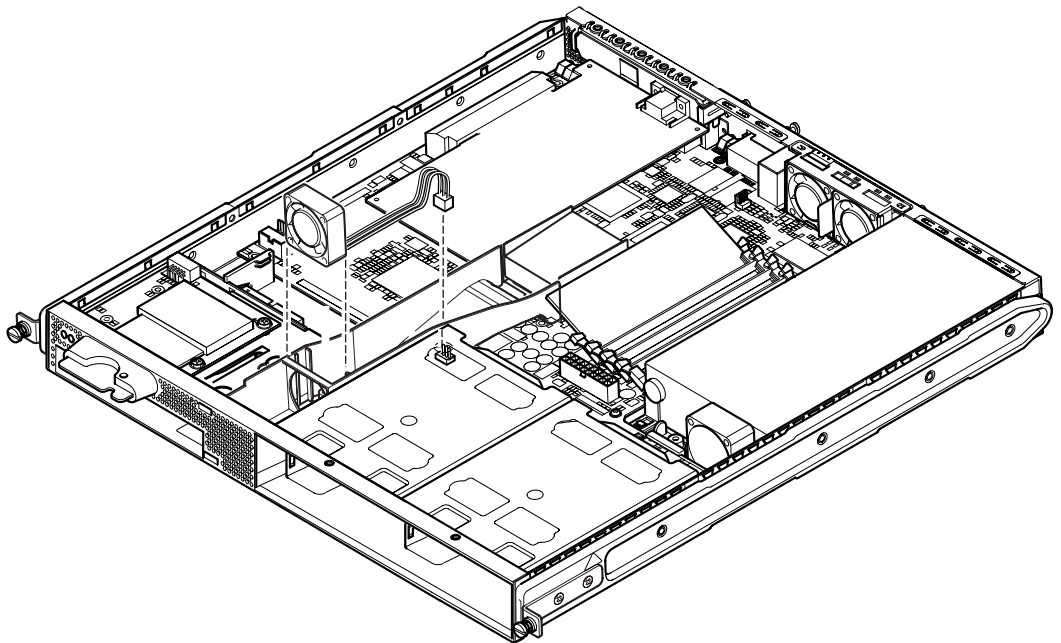

图 11-11 断开风扇 3 的电源电缆并取出风扇
2. 打开服务器并放到接地的 ESD 垫上，并戴上正确接地的防静电腕带，断开风扇的电源电缆（请参见图 11-11）。